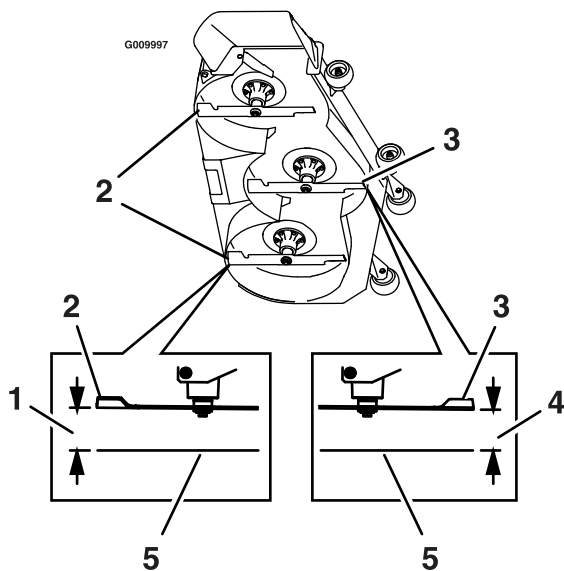

Figura 76
7. Misurate da una superficie piana alla punta anteriore della lama centrale (Figura 76).